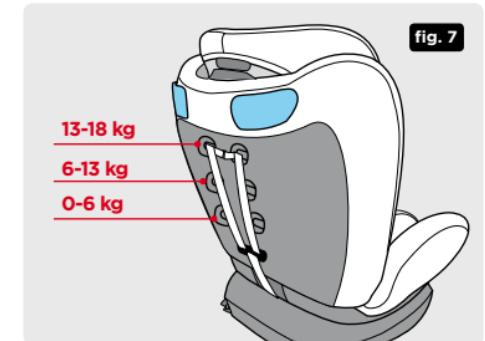

fig. 7
3. Solte as cintas dos protetores de ombro libertando-os do conector (20).
5. Volte a instalar as cintas dos arneses à altura pretendida ao tomar como guia a fig. 7.